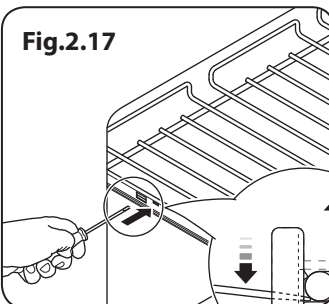

Fig.2.18
3. Luta framsidan av hyllan nedåt och lyft sedan löparna fria (Fig.2.18).